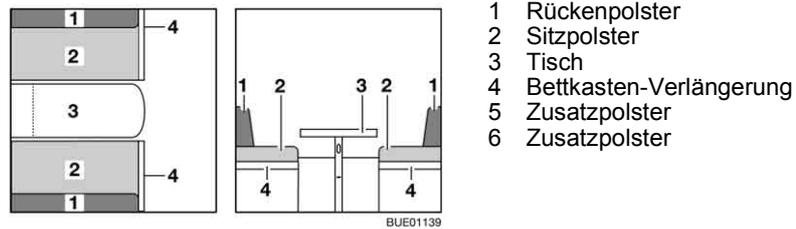

Bild 91 Vor dem Umbau
- Tisch (Bild 91,3) zum Bettunterbau umbauen (siehe Abschnitt 6.11).
- Bettkasten-Verlängerung (Bild 91,4) ausklappen.
- Die Rückenpolster (Bild 91,1) abnehmen und beiseite legen.